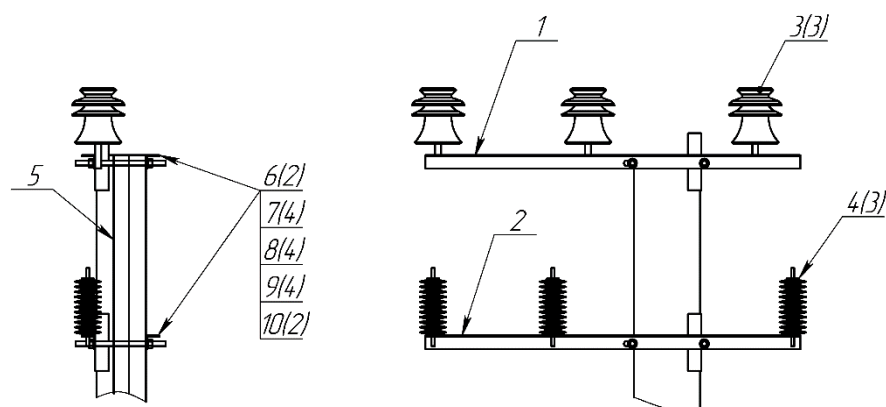

Рис.2. Монтаж траверсы ВН.
8.2.1. Закрепить штыревые изоляторы поз. 3 на траверсу поз. 1 и ОПН поз. 4 на траверсу поз. 2 (Рис. 2 Приложение Б).
8.2.2. Закрепить предохранители ПКТ-101 поз. 2 на раму поз. 1 (Рис. 2 Приложение Б).